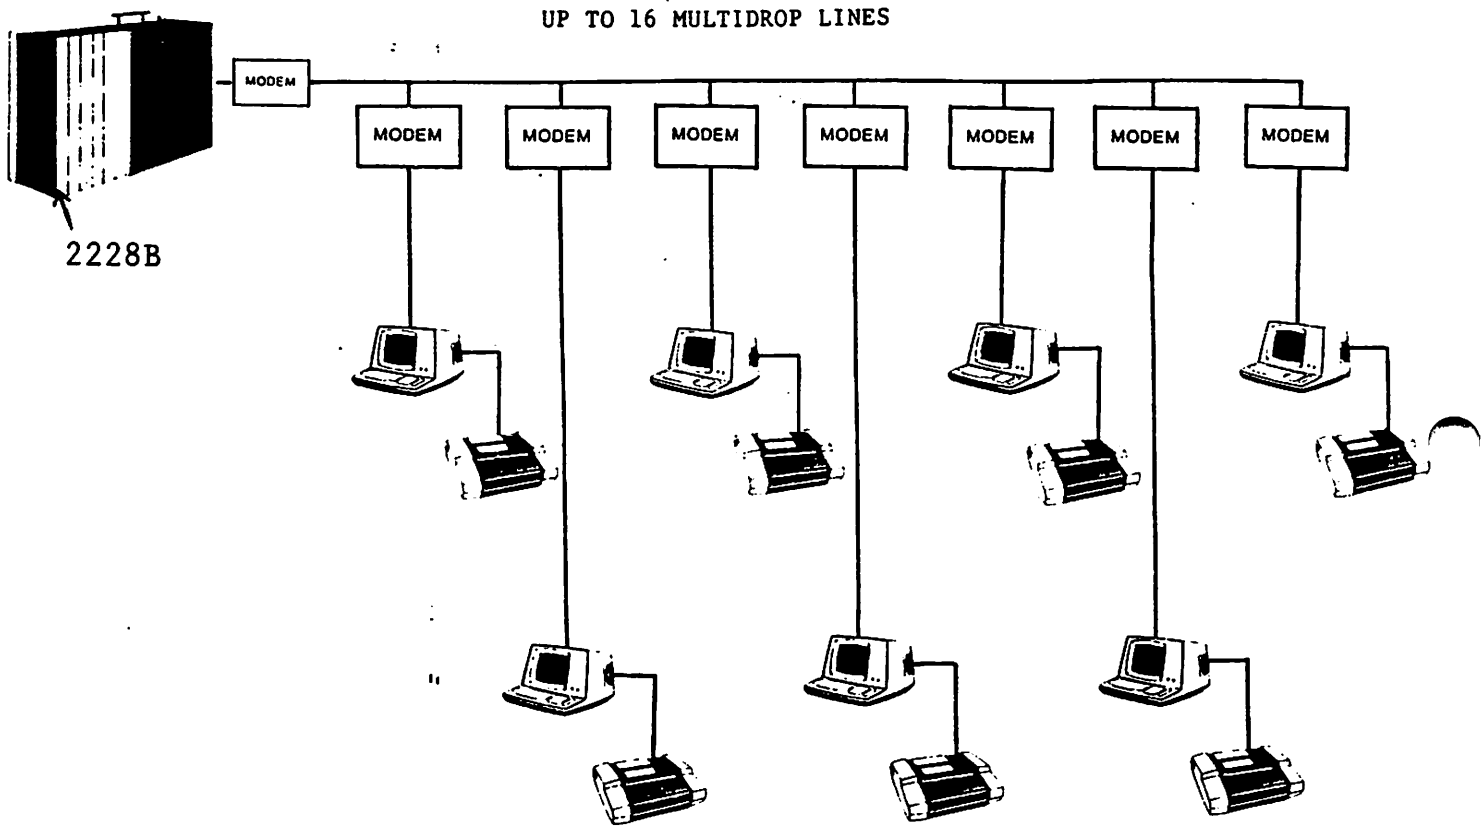

FIGURE 1 -- SYSTEM CONFIGURATION
2.2 SYSTEM CONFIGURATION (Figure 1)